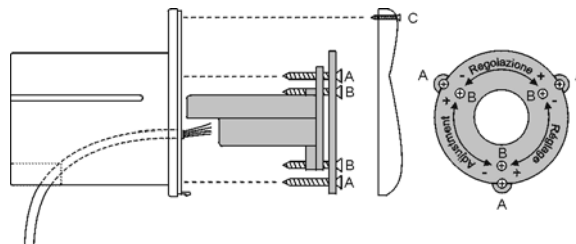

Fig. 3
- Das innere Stück mit den drei Schrauben A (Fig. 3) festmachen.
- Über die drei Schrauben B (Fig. 3) das Angleichen von Sender und Empfänger regeln; der Empfänger hat ein rotes Licht, das aufleuchtet, sobald die beiden Photozellen angeglichen sind.